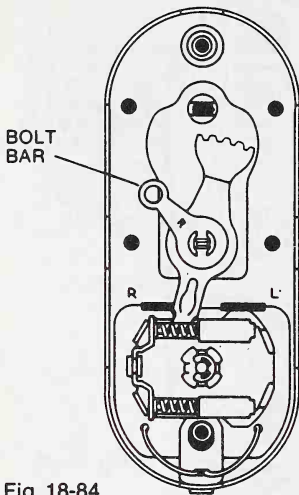

Fig. 18-84.
13. Install the bolt bar (Fig. 18-84).